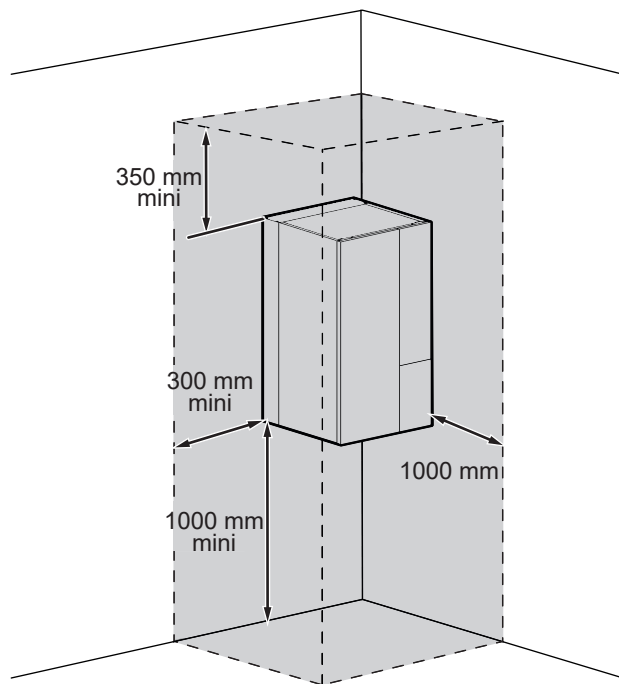

fig. 19 - Spazio minimo d'installazione minimo intorno al modulo idraulico per la manutenzione
- Per facilitare le operazioni di manutenzione e consentire l'accesso ai vari organi, si consiglia di prevedere uno spazio sufficiente intorno al modulo idraulico (*fig. 19*).